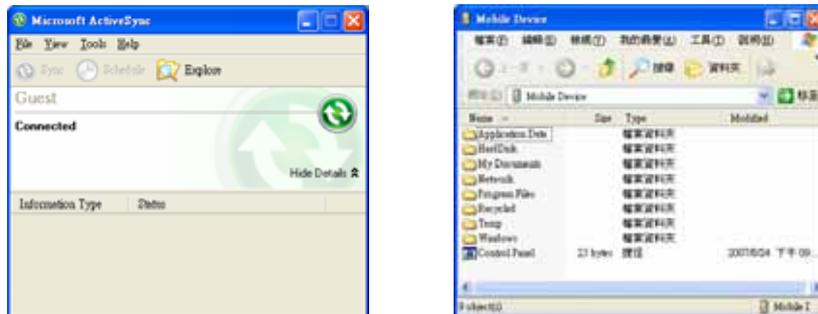

图2-2
5. 此时 ActiveSync 会侦测到有一个装置已连上 , 请接着打开 ActiveSync 窗口按下 Explore 按钮。如图 2-2